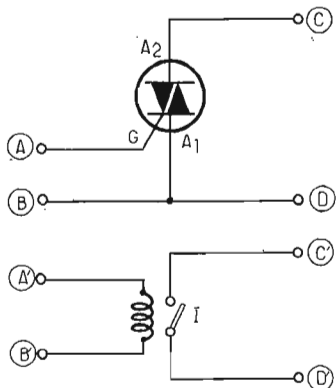

FIG. 1. - Principe du déclenchement d'un triac.
L'alimentation des sources lumineuses est basée sur le déclenchement d'un triac (voir Fig. 1), grâce aux tensions recueillies à la sortie d'un amplificateur B.F. Sur la figure, on voit en (1) le schéma de base d'un déclenchement. Le triac reçoit entre sa gâchette (G) et son anode I (A1) une tension de valeur variable. Cette tension rend